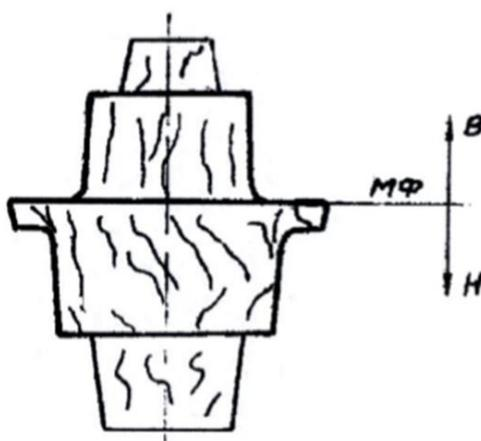

Рисунок. 1. Модель литейная
**Литейная модель** (рисунок 1) при формовке образует в литейной форме рабочую полость заданной конфигурации и геометрических размеров. Модель может быть *цельной* или *разъемной*, состоящей из отдельных частей. В единичном и мелкосерийном производствах используют деревянные модели, в массовом – пластмассовые и металлические.